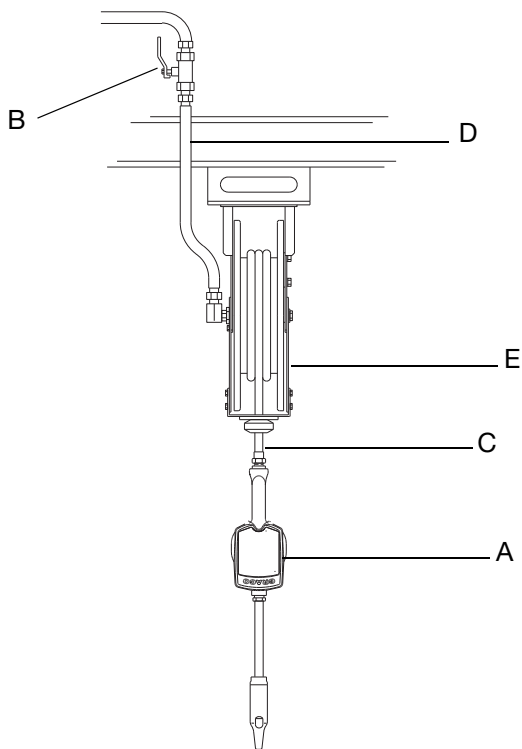

FIG. 1
La instalación típica, mostrada en la FIG. 1, se ofrece solo como guía para la selección y la instalación de los componentes del sistema. Póngase en contacto con su distribuidor de Graco para obtener ayuda a la hora de diseñar su sistema.
3. Cierre la válvula de cierre (B) (FIG. 1, página 6).